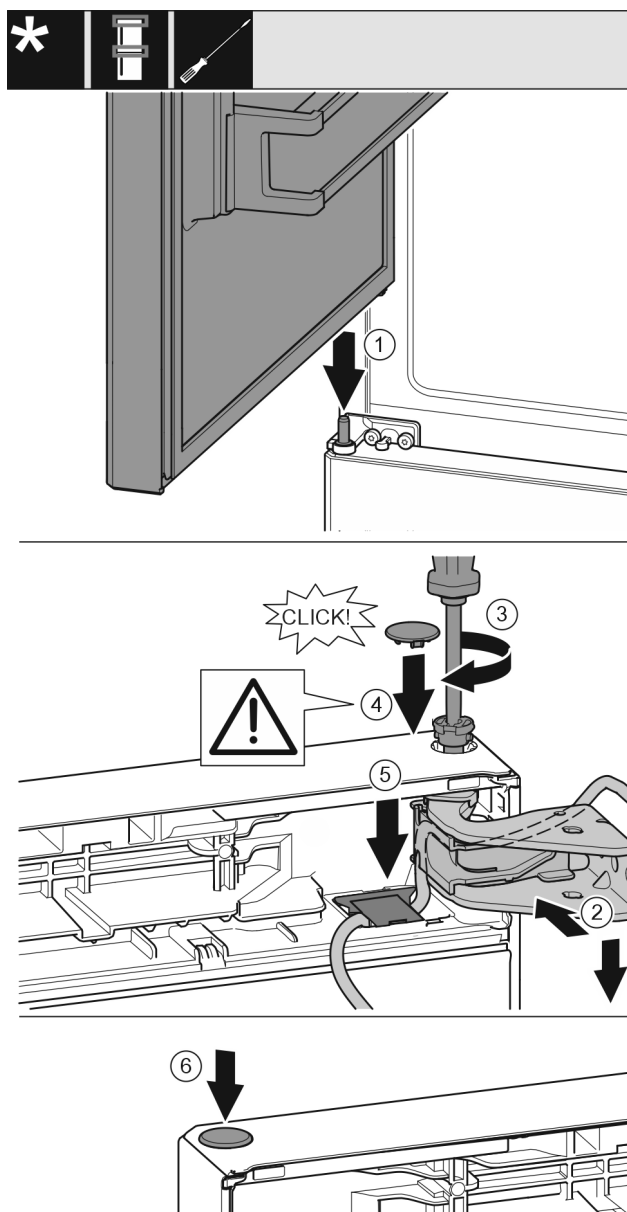

Fig. 42
- ▶ Mettre la porte supérieure sur l'axe de palier du milieu Fig. 42 (1)
- ▶ Orienter la porte en haut pour l'ouverture dans le support de palier. Fig. 42 (2)
- ▶ Poser le boulon et le visser avec un tournevis T15. Fig. 42 (3)
- ▶ Monter le cache de sécurité pour sécuriser la porte : Mettre en place le cache de sécurité et vérifier qu'il repose sur la porte. Sinon, enfoncer à fond le boulon. Fig. 42 (4)
- ▶ Mettre le cache et appuyer vers le bas jusqu'à ce qu'il s'enclenche. Fig. 42 (5)
- ▶ Mettre le bouchon en place. Fig. 42 (6)